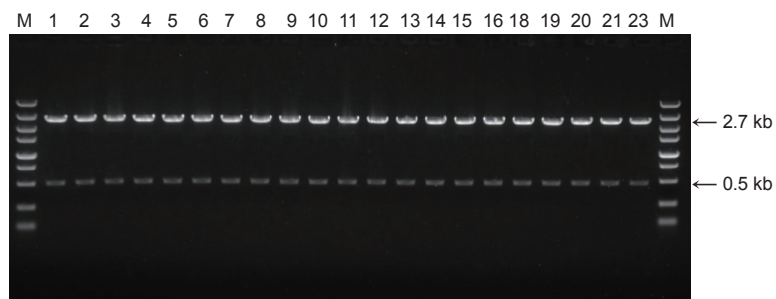

Fig 6. 酶切产物琼脂糖凝胶电泳检测
- ◇ 菌落PCR鉴定为阳性的菌落，可再将剩余菌液接种至含有适当抗生素的液体LB培养基中培养过夜，提取质粒进行酶切鉴定(Fig 6)，或直接进行一代测序。